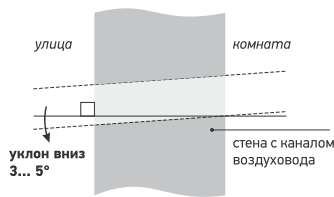

Рис. 2
- 3 Пробурите канал воздуховода согласно разметке на рис. 2.